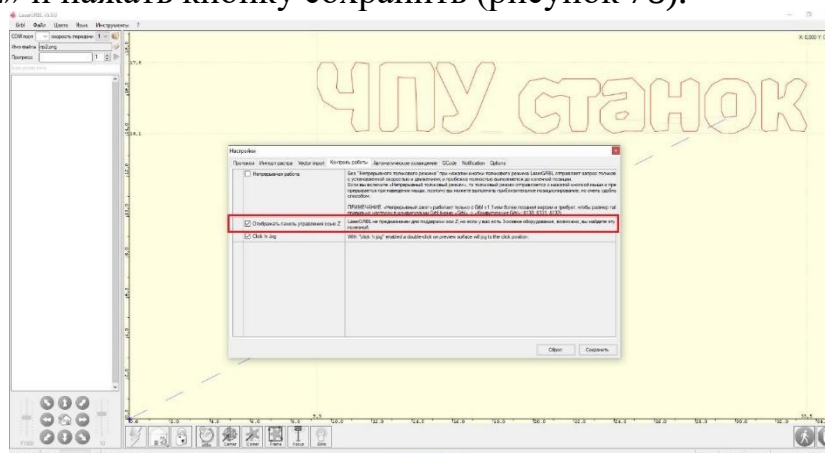

Рисунок 78 - Настройка панели управления осью Z
3. Настроить панель управления осью Z. Для этого в верхней панели Grbl – Настройки – Контроль работы - поставить галочку на пункте «Отображать панель управления осью Z» и нажать кнопку сохранить (рисунок 78).